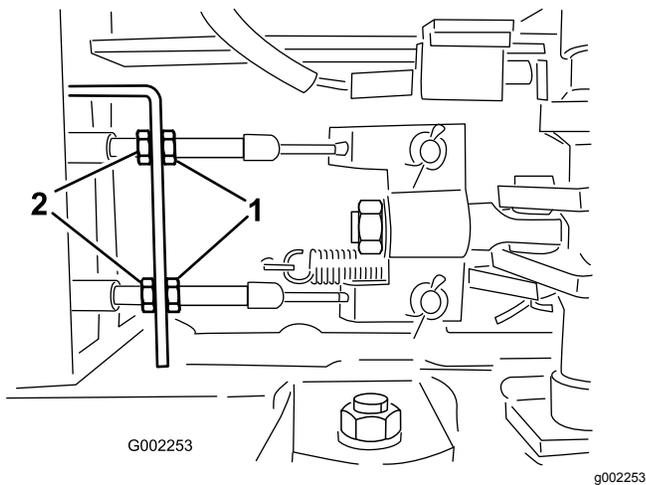

Figure 68
5. Desserrez les écrous avant sur les câbles de frein, sous l'extrémité avant du pulvérisateur (Figure 68).
6. Serrez les écrous arrière uniformément jusqu'à ce que la pédale s'enfonce de 1 à 2 cm avant que vous sentiez une résistance (Figure 68).